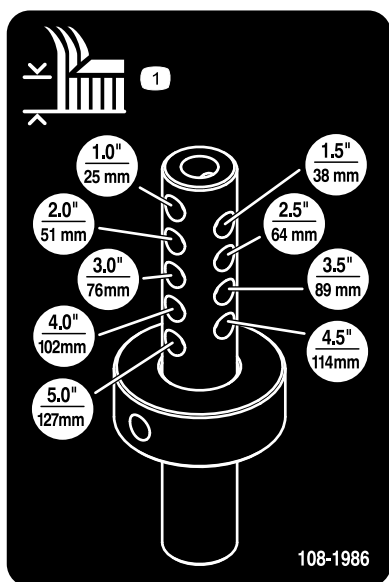

Figura 10
6. Allineate il collare dell'altezza di taglio ai fori dell'altezza di taglio desiderata sull'asta dell'altezza di taglio (Figura 10).